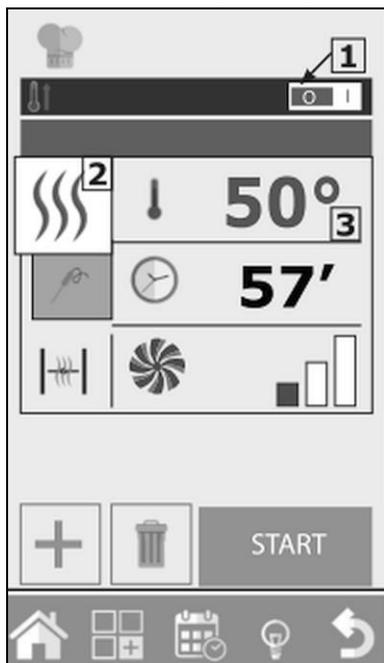
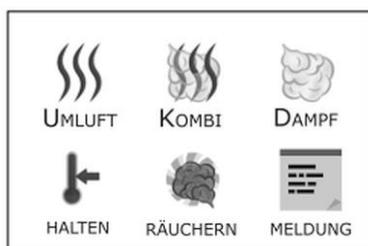
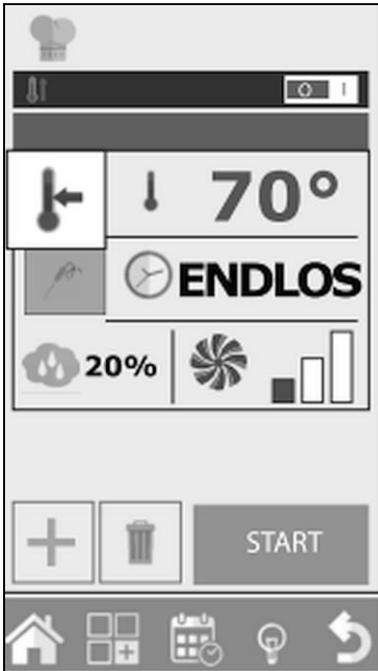

Abb. 10
Abb. 11
Abb. 15
Die Taste 2 (Abb. 10) ist werkseitig auf den Gar-Modus **Umluft** eingestellt. Durch Drücken dieser Taste ist es möglich, den Gar-Modus auf **Kombidämpfen** oder **Dampfgaren** zu ändern. Außerdem können die Gar-Modi **Halten**, **Meldung** oder **Räuchern** eingestellt werden (Abb.11).
Außerdem kann diese Funktion durch Drücken auf die Taste 1 (Abb. 10) rechts oder links aktiviert oder deaktiviert werden.
Durch Drücken der Taste 3 (Abb. 10) kann die Temperatur im Garraum eingestellt werden. Die einstellbare Temperatur ändert sich je nach gewähltem Gar-Modus.
2. Um die Garphase im Warmhaltemodus zu ändern, drücken Sie die Taste Gar-Modus (2, Abb. 10) und wählen Sie das Symbol HALTEN (Abb. 15).